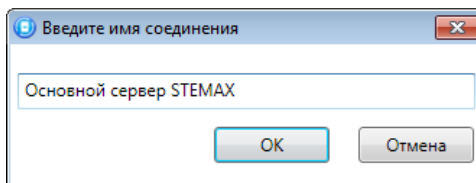

Рис. 6.6. Введите имя соединения
**ПРИМЕЧАНИЕ.** Для того чтобы сохранить параметры подключения, нажмите кнопку , в открывшемся окне введите имя этого профиля подключения и нажмите кнопку *OK* (Рис. 6.6). Для того чтобы удалить сохраненный профиль подключения, выберите его в списке и нажмите кнопку .